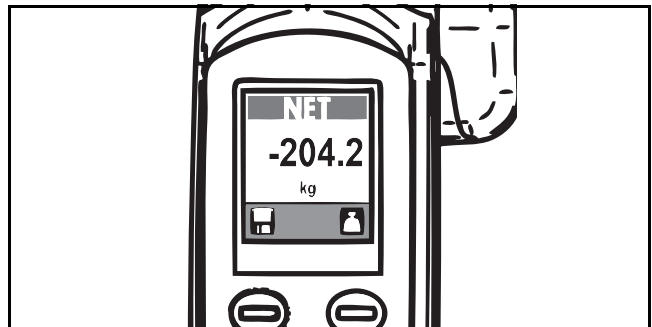

Fig. 67
- 2) Conclua a transferência do paciente e retire-o do elevador. A balança apresentará um número negativo (consulte a Fig. 67).